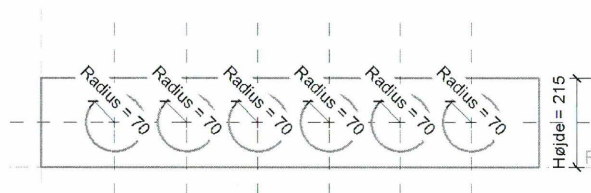

Fig. 09.13. Sæt parametre på alle cirklernes radius.
- Marker alle cirklernes mål og lav en *Parameter* der hedder *Radius*, ved at klikke *Add Parameter*, når målene er markeret (Fig. 09.13).